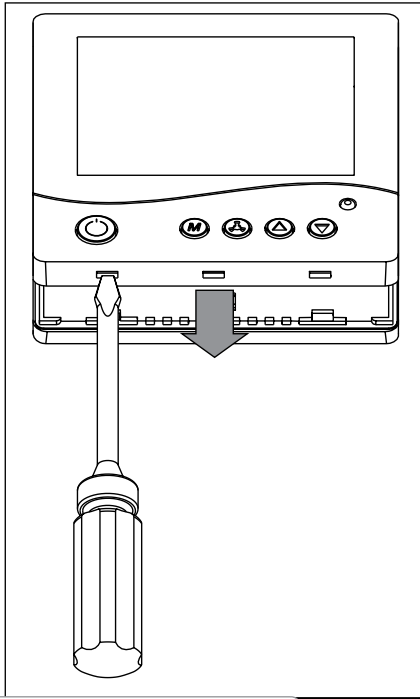

Рис. 4. Отделение задней крышки
- Аккуратно отверткой отстегните защелки через технологические отверстия в нижней части настенной панели управления (рис. 4).